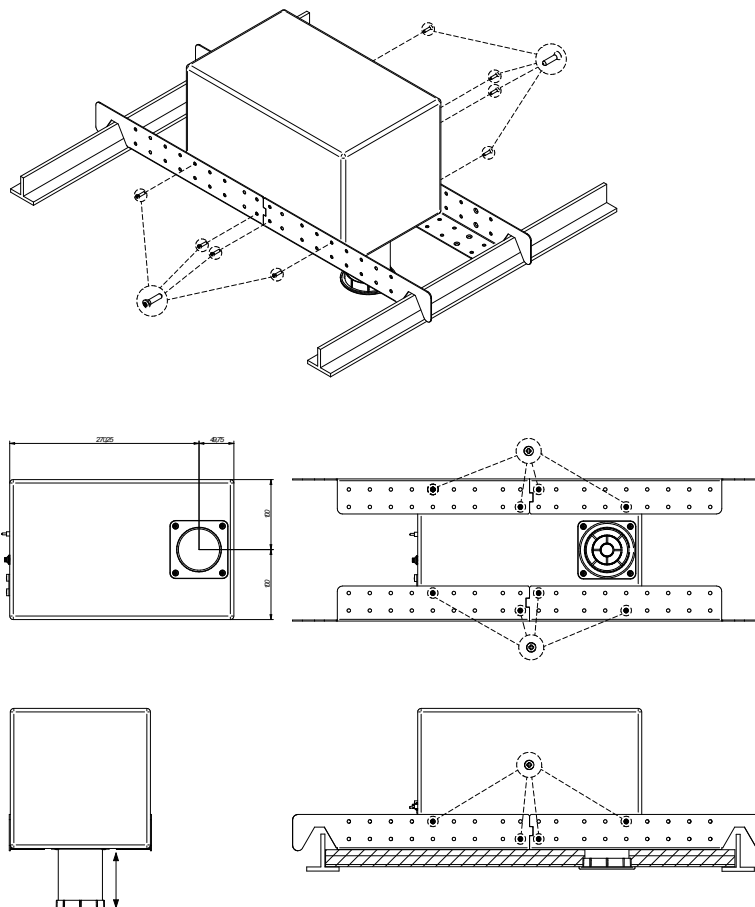

Figura 1: diagrama de montaje en falso techo
1. Atornille los herrajes al TRAILS6T mediante los tornillos suministrados. Puede hacerlo en los diferentes orificios de los soportes para ubicar el tubo de acoplamiento en la posición deseada. Ver figura 1.